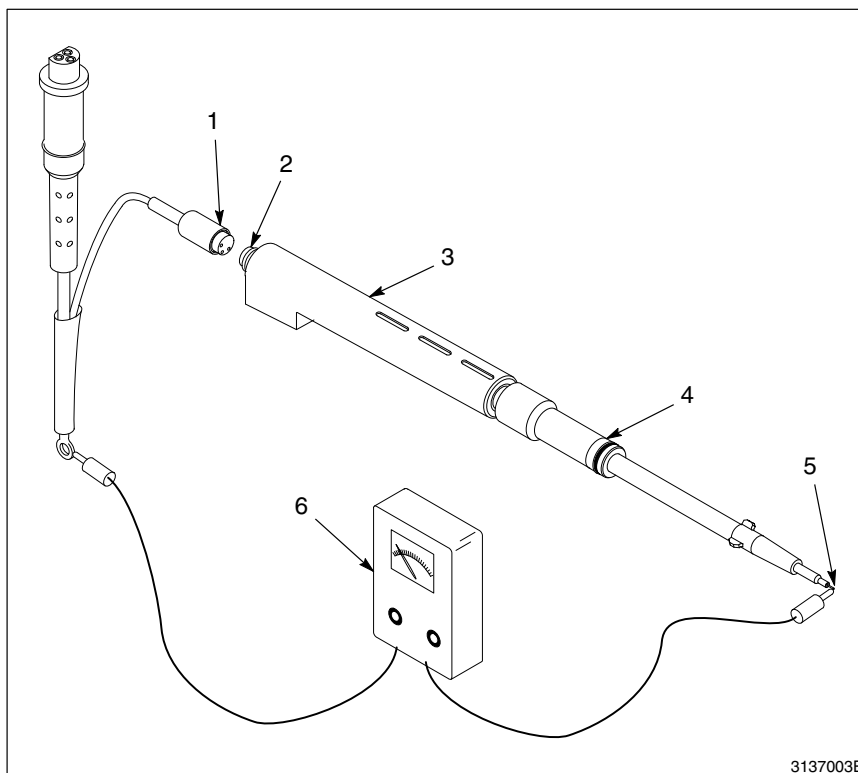

Bild 6-1 Kontrollmätning av resistans i elektroddel och spänningsmultiplikator
OBSERVERA: Kortslut alla tre stiften i spänningsmultiplikatorns kontakt innan man gör någon kontrollmätning av resistans eller kontinuitet i spänningsmultiplikatorn eller elektroddelen. Om de inte kortslogs kan spänningsmultiplikatorn skadas. Använd tillvalet kortslutningsplugg som visas i bild 6-1.
3. Se bild 6-1.
Se bild 6-1.